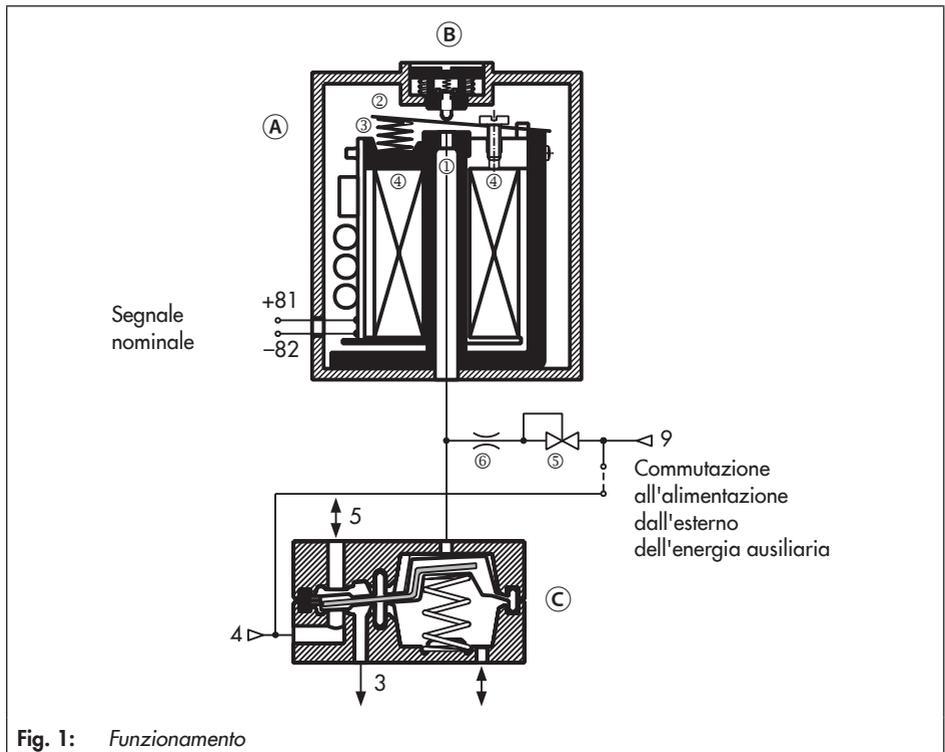

Fig. 1: Funzionamento
Le elettrovalvole sono costituite da un convertitore binario i/p (A) con comando manuale (B) (opzionale) e da una valvola amplificatrice a semplice effetto (C) con ritorno a molla (Fig. 1).